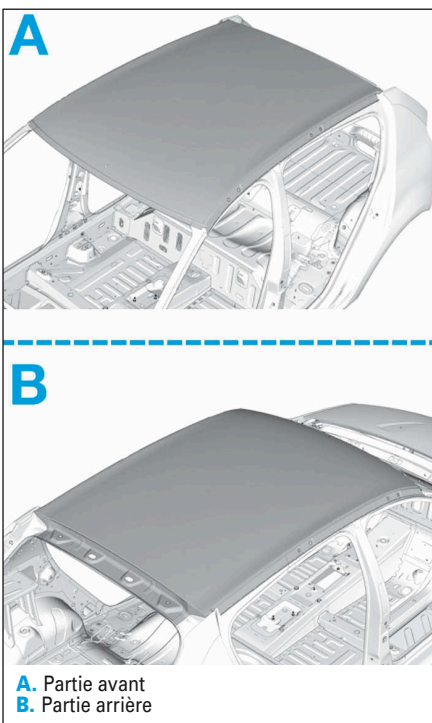

FIG.67
- Respecter la position de la pièce (Fig.67).